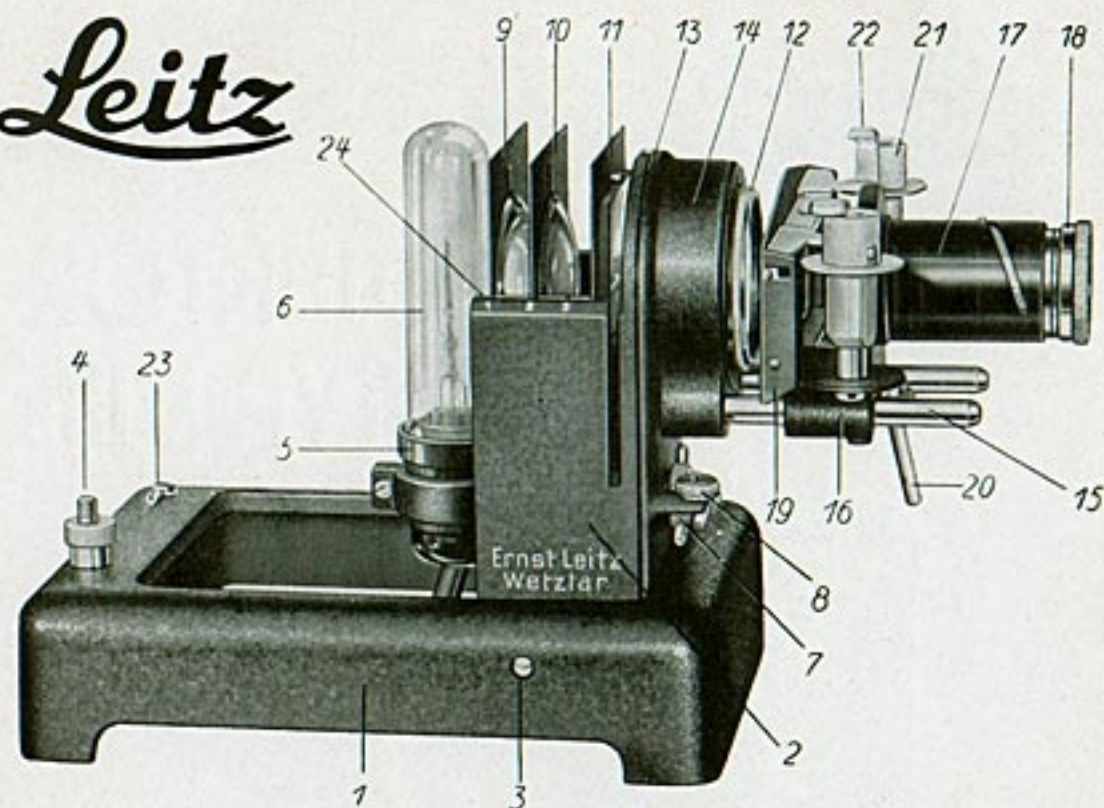

Abb. 2. Die wichtigsten Teile des Projektors:
3. **Einsetzen der Lampe:** Das äußere Gehäuse wird durch Druck auf den an der Vorderseite oberhalb des Wechselkondensators befindlichen Knopf nach oben abgehoben, worauf der Lampenkamin ebenfalls nach oben aus der Führung (Schlitze 24 Abb. 2) gezogen wird. Die Lampe läßt sich dann leicht nach unten in die Klemmfassung einschieben. Es ist darauf zu achten, daß die breitere der beiden Laschen des Stecksockels in die größere Einkerbung der Lampenfassung eingreift. Bei Auswechseln einer Lampe wird die Lampe aus der Klemmfassung herausgezogen und die neue unter Beachtung des vorerwähnten Punktes eingesetzt. Über das genaue Zentrieren der Lampe zum Reflektor vergleiche Punkt 6. der Gebrauchsanweisung.
4. **Erdung:** Der VIII s Projektor kann den V.D.E.-Bestimmungen entsprechend geerdet werden. Die Erdung wird derart vorgenommen, daß man den Polschuh (rot gekennzeichnete Ose 23 in Abb. 2) an der Rückseite des Lampenfußes durch Draht mit der Erde bezw. Wasserleitung, der Heizung oder der Erdleitung eines Radiogerätes verbindet.
Die Einstellung ist falsch, wenn sich die Bilder der Glühfäden überlagern oder nicht gleichzeitig einigermaßen scharf abgebildet werden. In diesem Falle ist eine Nachzentrierung der Lampe erforderlich, die durch einen besonderen Zentriermechanismus erfolgt, der an der Vorderseite des Gehäuses angebracht ist. Die rechts (in Richtung auf den Schirm gesehen) befindliche Rändelschraube (8 in Abb. 2) schwenkt die Lampe quer zur Projektionsrichtung, während der unter dem Kondensator befindliche Kreuzknopf die Lampe längs der Projektionsrichtung verstellt (7 in Abb. 2). Eine Justierung der Lampe in der Höhe ist nicht notwendig, da die Lampen von der Fabrik aus in der Höhe richtig eingestellt sind.
7. **Einstellen der verschiebbaren Bildbühne:** (19 in Abb. 2). Der Objektivträger mit Bildbühne ist zwecks vollkommener Ausnutzung der Lampenhelligkeit bei den verschiedenen Formaten in Richtung der optischen Achse verstellbar. Der Hebel 20 in Abb. 2 dient der Befestigung der Bildschieber. Während sich der Film- bzw. Wechselschieber bei der Leica-Projektion in unmittelbarer Nähe des Wechselkondensators befindet (Abstand von diesem ca. 0,5 cm), wird die Bildbühne bei der Projektion von
Es ist zunächst darauf zu achten, daß der Film mit der Schichtseite zur Lampe („Schicht zum Licht“) und mit auf dem Kopf stehenden Bildern projiziert werden muß. Durch Umlegen des über den Steckspulen befindlichen Andruckhebels 22 in Abb. 2 in der Richtung zum Lampengehäuse wird die Andruckplatte nach vorne geklappt, wodurch die Filmbühne frei zugänglich wird. Die beiden Steckspulen werden nach oben abgezogen, worauf der Zeigefinger der linken Hand das innere Ende des zusammengerollten Filmbandes etwas nach oben drückt (vgl. Abb. 4). Die Steckspule wird dann in die in der Mitte des zusammengerollten Filmbandes befindliche Öffnung gesteckt, wobei das Filmente unter die Klemmfeder der Steckspule geschoben wird.
Die Filmführung ist nach Lösen des unter dem Objektiv befindlichen Knebels 20 in Abb. 2 ohne weiteres gegen den Wechselschieber „TUUOD“ für 5 x 5 cm Leicadias bzw. gegen den Schieber „TUUGN“ auswechselbar. Es ist auf diese Weise möglich, abwechselnd Bilder eines Bildbandes und Glasdiapositive praktisch pausenlos zu projizieren.
Die Lage des Bildes auf dem Schirm kann in bequemer Weise durch den an der Rückseite des Apparates befindlichen Rändelknopf 4 in Abb. 2 verändert werden.